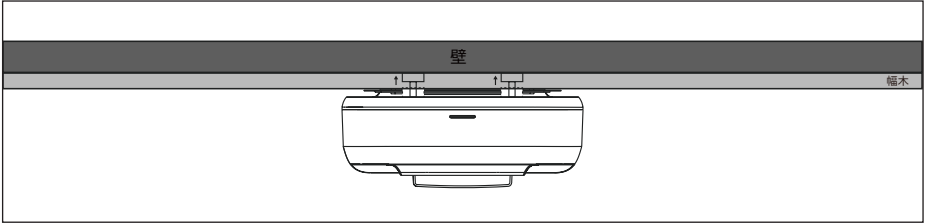

図 2
3. 充電ステーションの背面には壁設置用ノブが 2 つあります。壁に合わせてノブを調整し（図 2 を参照）、充電ステーションが壁と平行になるようにします。充電ステーションを安定して設置した後、充電ステーションの正面が前方を向くようにし、電源に接続します。